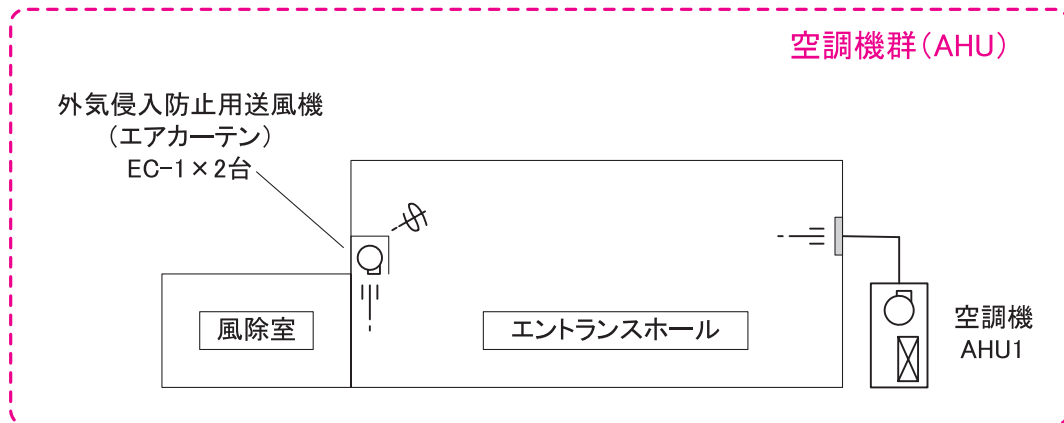

図 2-2-67 空調システム例 (12)
エントランスホール等で外気侵入防止を目的にエアカーテンが設置されている場合の入力例を示す。システムの概要を図 2-2-67「空調システム例 (12)」に示す。